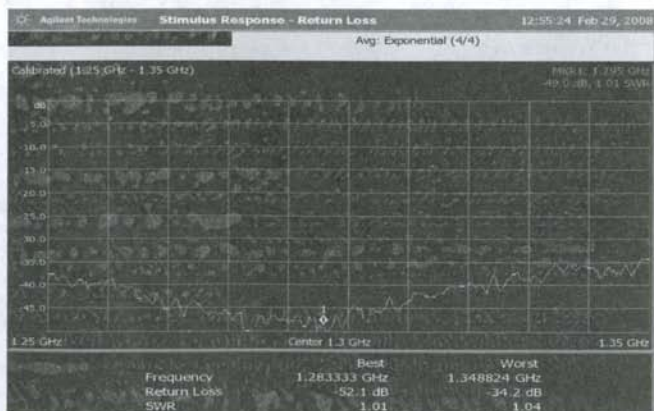
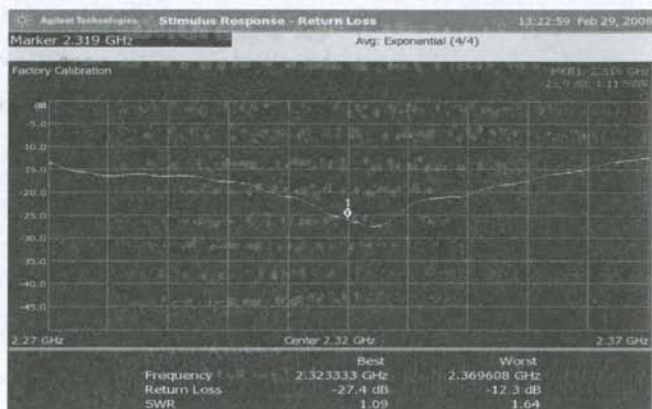

Fig. 16 Return loss in dish - 1295 MHz
Fig. 17 Return loss in dish - 2319 MHz
Messungen wurde ein Spektrumanalysator N1996A von Agilent Technologies verwendet. Impedanz und Isolation wurden auch in einem 1.4-m-Spiegel mit f/D von 0.5 mit dem Dualband-Loop-Feed im Fokus gemessen. Auf dem 23cm-Band wurde eine Verbesserung der Impedanzanpassung in dieser Konfiguration gemessen. Siehe Abb. 16 und Abb. 17. Bei der Isolation zwischen den Loops wurden nur geringe Änderungen beobachtet, 19 dB auf 1296 MHz und 15.8 dB auf 2320 MHz.
- Abb. 16 Returnloss im Spiegel - 1295 MHz
- Abb. 17 Returnloss im Spiegel - 2319 MHz